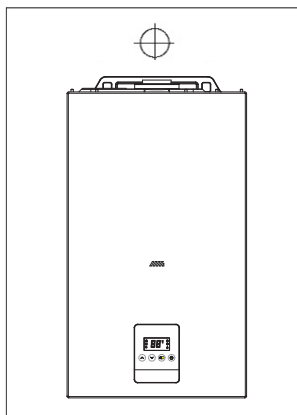

Рис. 9
- далее котел навесьте на подвесную панель (рис.9)